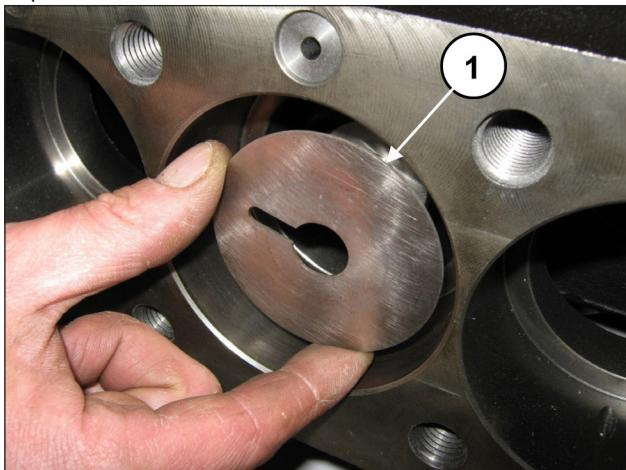

Рис. 155
Снимите брызгоотражательные кольца с направляющих поршней (поз. ①, Рис. 155).